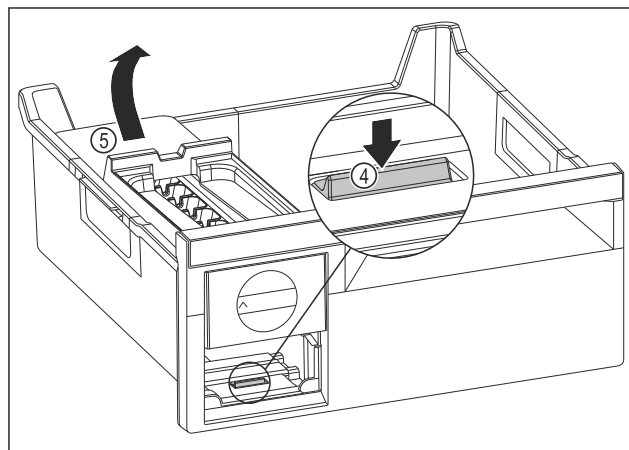

Fig. 130
- ▶ Odstranjevanje glavnega dela EasyTwist-Ice: Spono Fig. 130 (4) s prstom potisnite navzdol in hkrati z drugo roko glavni del EasyTwist-Ice Fig. 130 (5) od zadaj dvignite.